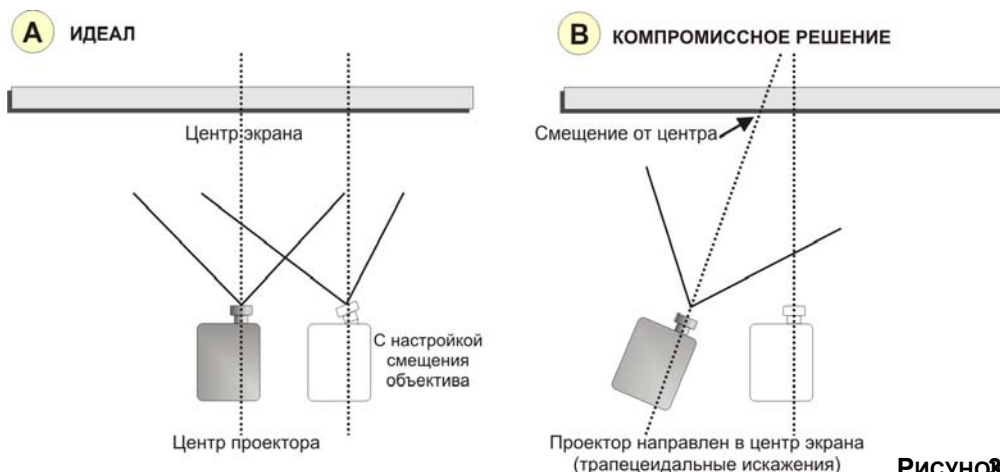

Рисунок 3-1
1. Убедитесь, что проектор находится на подходящем расстоянии от экрана и на подходящей высоте. В идеале ось объектива должна быть направлена в центр экрана и быть перпендикулярна ему. Если это место уже занято другим кинопроектором, разместите проектор максимально близко к центру (**Рисунок 3-1**). Это несколько увеличит трапецеидальное искажение, но значительно уменьшит требуемое горизонтальное смещение объектива. **ПРИМЕЧАНИЕ.** В отличие от обычного кинопроектора желательно, чтобы ось объектива располагалась перпендикулярно экрану, даже если проектор расположен заметно выше центра экрана. Если проектор находится близко к очень широкому экрану, лучше попытаться разместить ось объектива перпендикулярно экрану, даже если придется направить ее не в центр экрана. Для получения неискаженного изображения при перпендикулярном расположении проектора к экрану используйте смещение объектива.